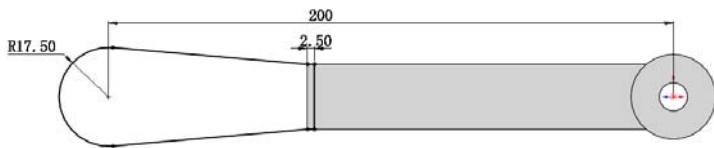

图 13-92 绘制草图 3
(6) 绘制草图 3。在视图选择如图 13-91 所示的面 1 作为绘制图形的基准面。单击“草图”工具栏中的 --- (直线) 按钮和 --- (切线弧) 按钮, 绘制并标注草图如图 13-92 所示。